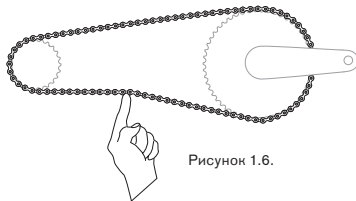

Рисунок 1.6.
• Ножной тормоз: в середине цепи общее вертикальное перемещение не должно превышать диапазон в 6 – 12 мм (рис.1.6).